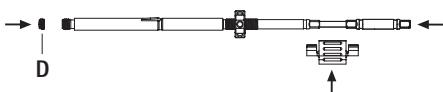

Abb. 12
- ▶ Schraubendreher in Innenhülse einführen, mit Abstandshalter sichern und Verriegelungsschraube D aufstecken, siehe Abb. 12.